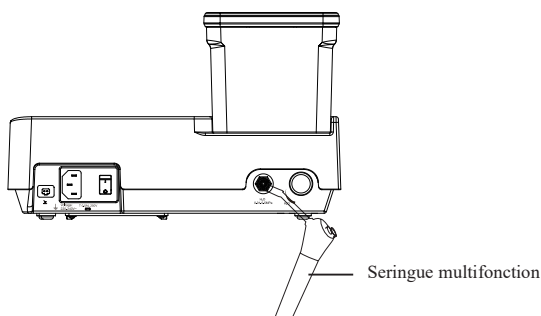

figure 6
- Fixez l'endochuck à la pièce à main à l'aide d'une clé endo (voir figure 6).
[Note 2] Pour nettoyer le tuyau d'eau avec la seringue multifonction de l'unité dentaire (voir figure 6):